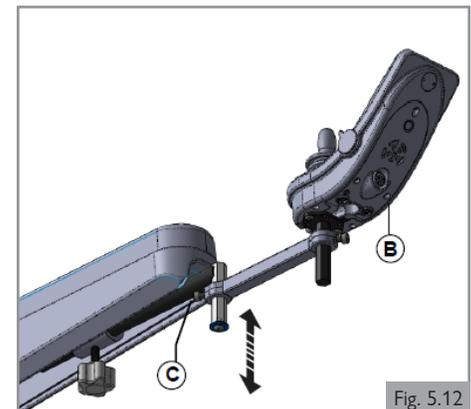
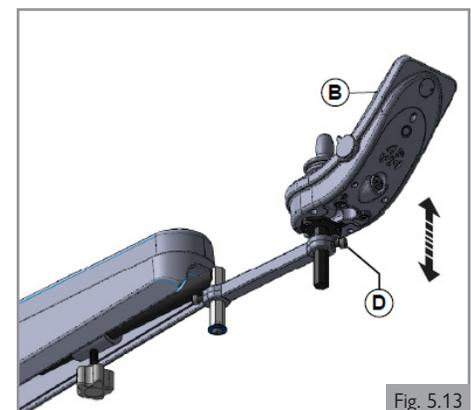

Fig. 5.12
Fig. 5.13
Preajuste de la altura del mando (1) (Fig. 5.12)
1. Afloje el tornillo (C).
2. Deslice el mando (B) hasta la altura deseada.
3. Apriete el tornillo (C). Consulte el momento de fuerza M6 en la sección 8.
Preajuste de la altura del mando (2) (Fig. 5.13)
1. Afloje el tornillo (D).
3. Apriete el tornillo (D). Consulte el momento de fuerza M6 en la sección 8.